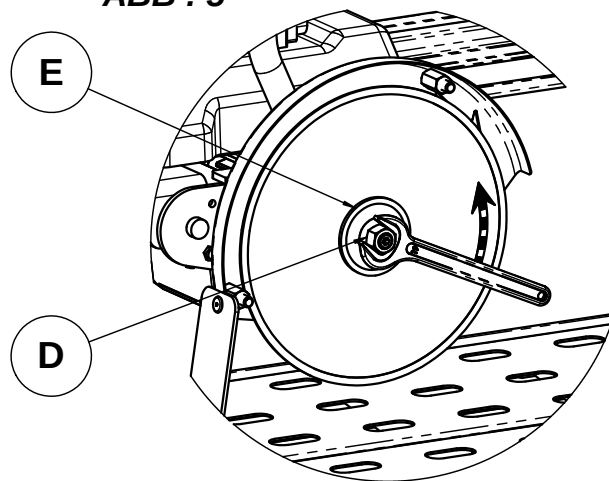

FIG : 6
- Проверьте центровку диска по пластине (F) - [СМ. рис. 6]
- Установите на место прижимную пластину (Е) и зажмите гайку (D).